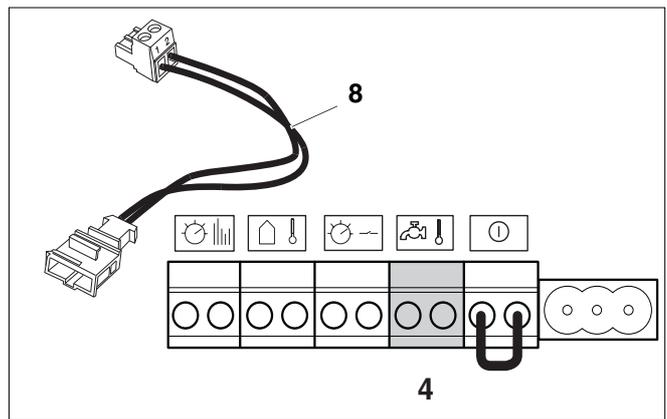

Fig. 34 Morsettiera - Sonda temperatura sanitaria (collegamento colore grigio)
- Collegare la sonda di temperatura sanitaria al morsetto grigio (fig. 34, **pos. 4**). Per procedere in tal senso, utilizzare il cavo adattatore fornito in dotazione alla sonda di temperatura acqua calda (fig. 34, **pos. 8**).